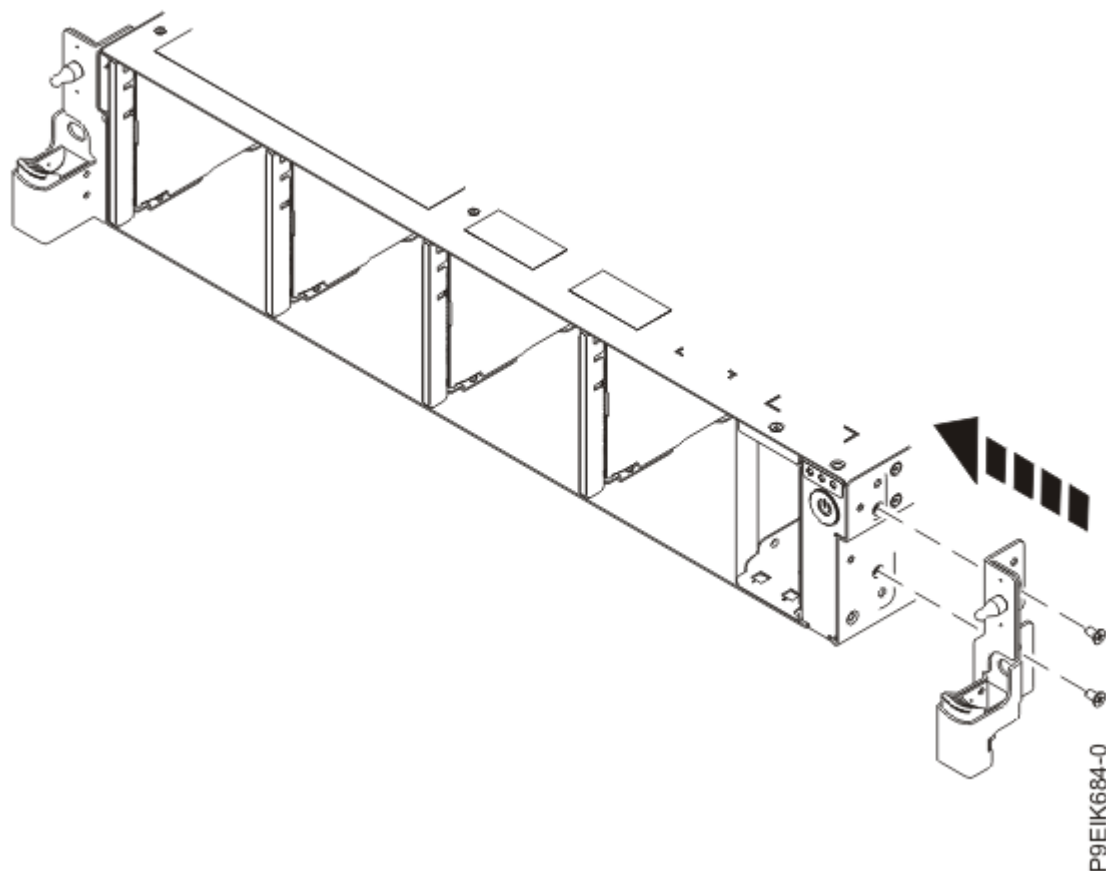

Figura 42. Cómo volver a colocar el soporte de instalación del bastidor
6. Sustituya el soporte de instalación del bastidor en la parte lateral del sistema, como se muestra en la Figura 42 en la página 58.